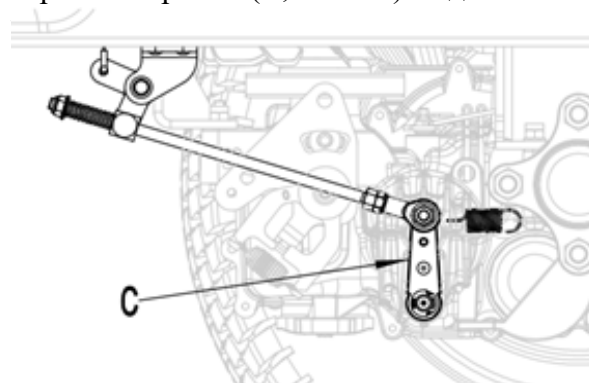

Рис. 26
7.7.3 При включенном стояночном тормозе тормозной рычаг (С, Рис. 26) не должен ка-